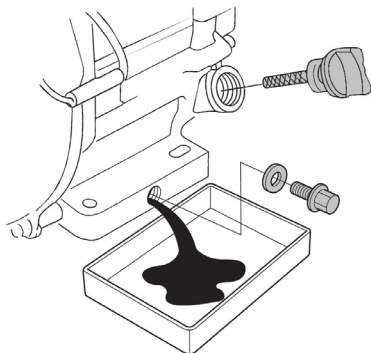

Рис. 38 Замена масла в двигателе
(1) Техническое обслуживание должно осуществляться более часто, при работе в пыльных условиях.
(2) Данный вид работ необходимо выполнять в авторизованном сервисном центре.
6. Удерживая одним ключом трубку-удлиннитель от проворачивания открутите пробку для слива масла и слейте отработанное масло в подготовленную для этого емкость (Рис. 38).